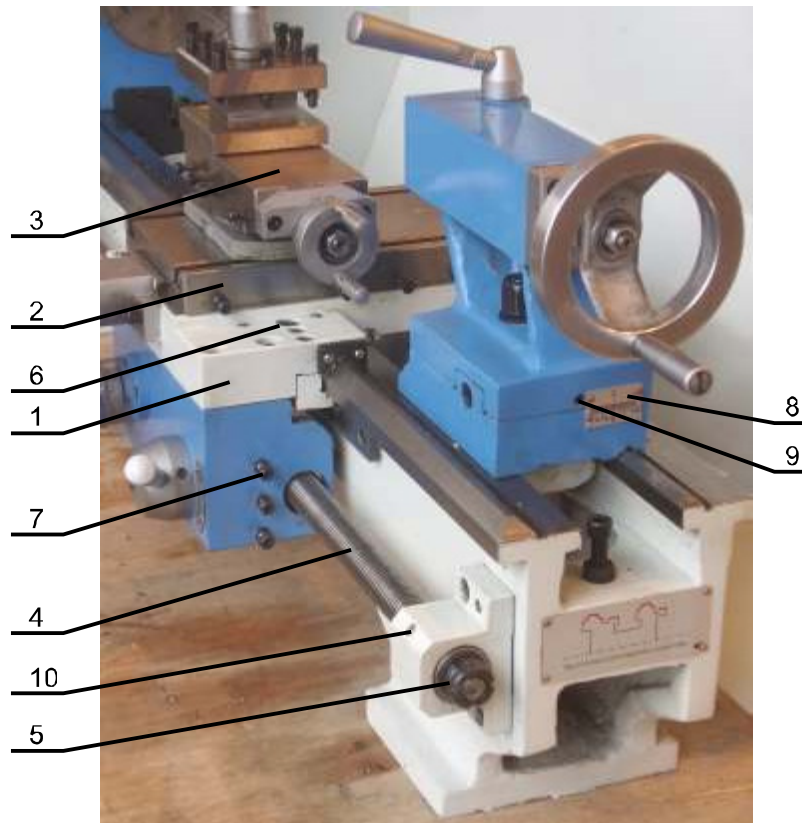
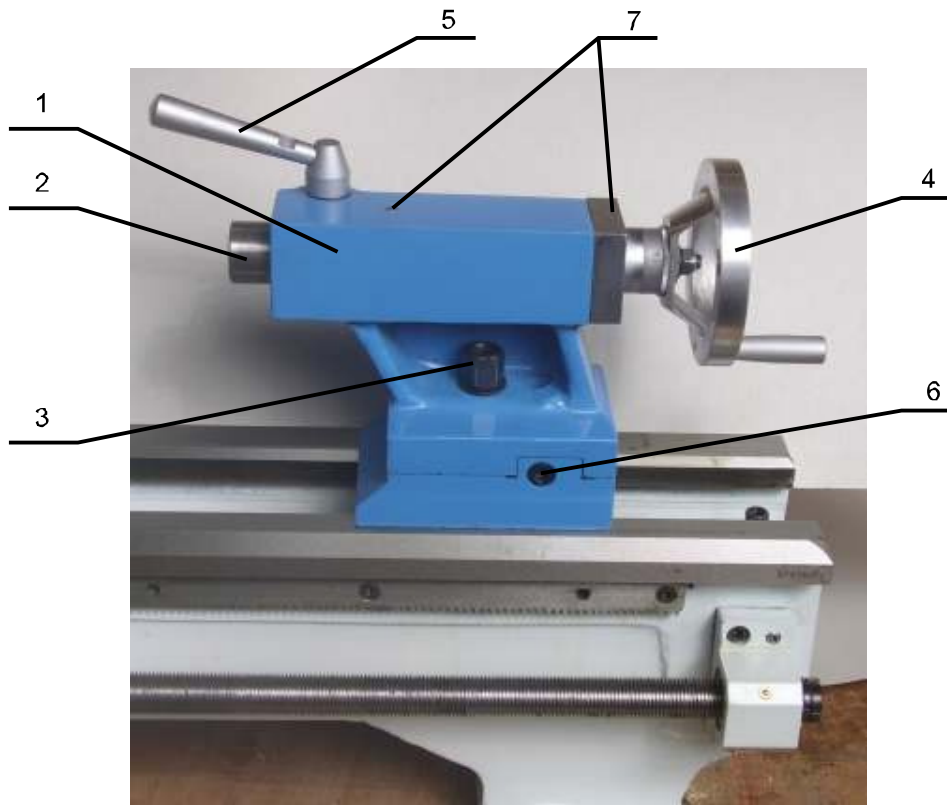

Рисунок 4
Рисунок 6
Каретка 1 (рисунок 4) является базирующим элементом суппорта. Она изготовлена из высокопрочного чугуна. Продольные направляющие каретки отшлифованы и точно сопряжены с направляющими станины. Необходимый зазор между направляющими станины и каретки обеспечивается прижимными планками, расположенными на нижней плоскости каретки.
Поперечные салазки 2 (рисунок 4) установлены на верхних (поперечных) направляющих каретки соединением «ласточкин хвост», зазоры в соединении регулируются клином. Перемещение салазок обеспечивается вращением маховика. Для отсчета величины перемещения салазок на маховике имеется лимб.
Верхние салазки 3 (рисунок 4) установлены на поперечные салазки через поворотную шпиту и могут устанавливаться под углом к оси вращения шпинделя. Перемещение подвижной части верхних салазок производится вращением маховика. Для отсчета величины перемещения салазок на маховике имеется лимб.
Ходовой винт 4 (рисунок 4) расположен вдоль передней части станины и служит для продольной автоматической подачи. С левой стороны он соединен с коробкой передач. Ходовой винт имеет две подшипниковые опоры. Освой зазор винта в опорах регулируется гайками 4 (рисунок 4).
Задняя бабка 1 (рисунок 6) базируется (перемещается) на плоской и V-образной направляющих станины и может быть зафиксирована от перемещения затягиванием гайки 3 (рисунок 6) зажимного устройства. Задняя бабка имеет выдвижную пиноль 2 (рисунок 6) с конусным отверстием Морзе № 2 и градуированной шкалой, нанесенной на наружной поверхности пиноли. Жесткость задней бабки рассчитана на тяжелые режимы работы. Пиноль перемещается вращением маховика 4 (рисунок 6), расположенного на заднем торце бабки, и может быть зафиксирована в нужном положении рукояткой 5 (рисунок 6) механизма зажима пиноли.
Для блокировки перемещения суппорта затяните винт 6 (рисунок 4), для разблокировки – ослабьте.
Перемещение задней бабки по направляющим станины производится вручную. Ослабьте гайку 3 (рисунок 6) зажимного устройства бабки, передвиньте бабку в нужное положение, снова затяните гайку.
Выдвижение пиноли 2 (рисунок 6) из корпуса бабки и утожение ее обратно в корпус производится вращением маховика 4 (рисунок 6). Рукояткой 5 (рисунок 6) ослабьте зажим пиноли, вращая маховик переместите пиноль на нужный размер, зажмите пиноль поворотом рукоятки.
Регулировка смещения задней бабки от оси вращения шпинделя производится при точении конусных поверхностей. Величина смещения определяется по шкале 8 (рисунок 4), находящейся на заднем торце основания бабки. Смещение производится при помощи двух винтов 6 (рисунок 6), расположенных на боковых поверхностях основания бабки с обеих сторон. Ослабьте стопорный винт 9 (рисунок 4) и гайку 3 (рисунок 6). Ослабьте винт 6 (рисунок 6) с одной боковой стороны бабки и затягивайте аналогичный винт с противоположной стороны пока необходимая величина смещения не отразится на шкале. Затяните стопорный винт 9 и гайку 3.
8.11 Смазку задней бабки производите через смазочные отверстия 7 (рисунок 6) жидкой смазкой.